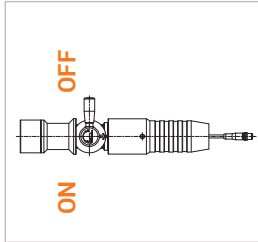

Figure 5
- ▶ Débranchez le nozzle de ravitaillement du distributeur. Le levier de commande (pos. 3) doit être en position OFF (Figure 5).